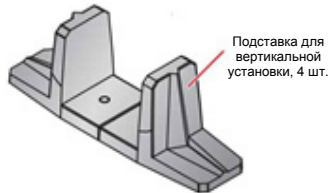

Рисунок 6-3. Сборка подставок для вертикальной установки ИБП 5/ 6/ 8/ 10 кВА
- 1 Соберите подставки для вертикальной установки (см. *рис. 6-3*).